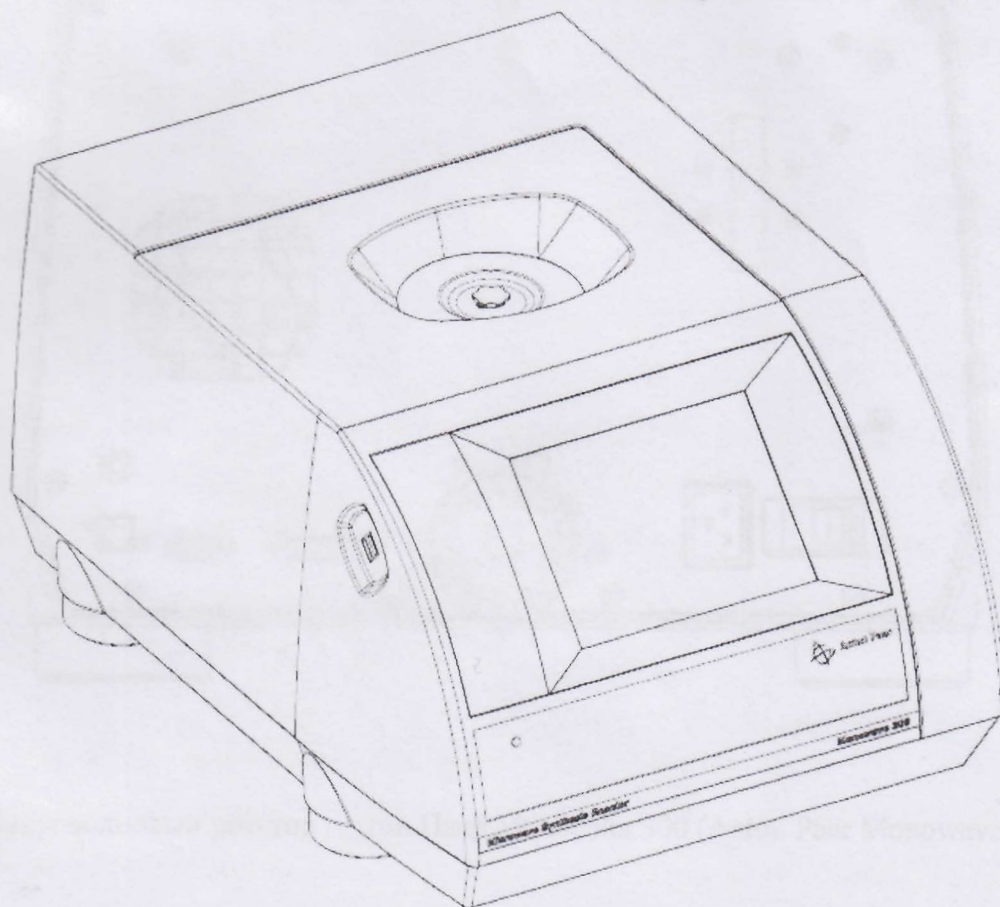

Рис. 1. Микроволновый реактор Антон Паар Моновэйв 300 (Anton Paar Monowave 300). Вид спереди.
3.2. Для проведения реакции необходимо с помощью сенсорной панели управления 3 (Приложение 1, Рис. 1) указать параметры процесса (метод нагрева, температуру, мощность, время, скорость вращения мешалки) согласно руководству пользователя. Если процесс предусматривает несколько стадий, необходимо указать параметры каждой стадии. После указания всех параметров нужно запустить процесс нажатием кнопки «Start» на сенсорной панели управления. После поворота карусели автоматического пробоотборника система предложит поместить реакционный сосуд в указанную позицию. **Размещать реакционный сосуд в карусели необходимо только после приглашения системы!** После размещения реакционного сосуда в нужную позицию карусели и нажатия кнопки «ОК» на сенсорной панели управления запустится процесс нагрева. После окончания процесса начнется защитное охлаждение сосуда, после охлаждения автоматический пробоотборник извлечет сосуд из камеры резонатора и поместит его в исходную позицию карусели.